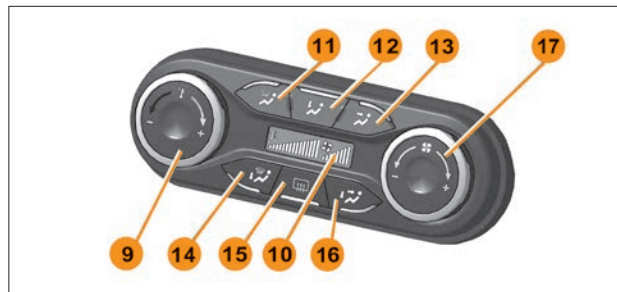

Рис. 4. Блок управления системой вентиляции и отопления
- 9** – левый поворотный переключатель (управление температурой подаваемого воздуха), см. рис. 4, 5, 6.
Поворот соответствующих рукояток **9** и **17** против часовой стрелки от положения, соответствующего максимуму заданной температуры и скорости вентилятора, приводит к уменьшению соответственно задаваемой температуры воздуха в салоне и скорости вентилятора, что сопровождается поочередным деактивированием уменьшающихся вертикальных «столбиков» соответственно в правой и левой зоне информационного табло; **11** – кнопочный переключатель режима обогрева (обдува) ветрового и боковых стекол (рис. 4, 5);
12 – кнопочный переключатель режима обогрева ног (рис. 4, 5);